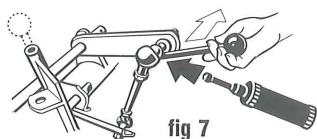

fig 7
- 3.4** Kuleddene på reguleringsarmene skal av og til løsnes ved hjelp av spakforlengeren (se fig 7) rengjøres og smøres med fett.